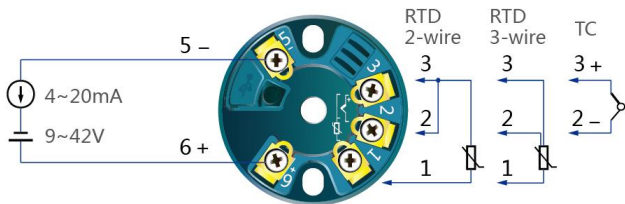

图 2 端子接线图
- 端子接线：参见图 2，适合采用截面积 $0.2 \sim 1.5(\text{mm}^2)$ 的实芯线或多芯线。由 M3 螺丝紧固连接。